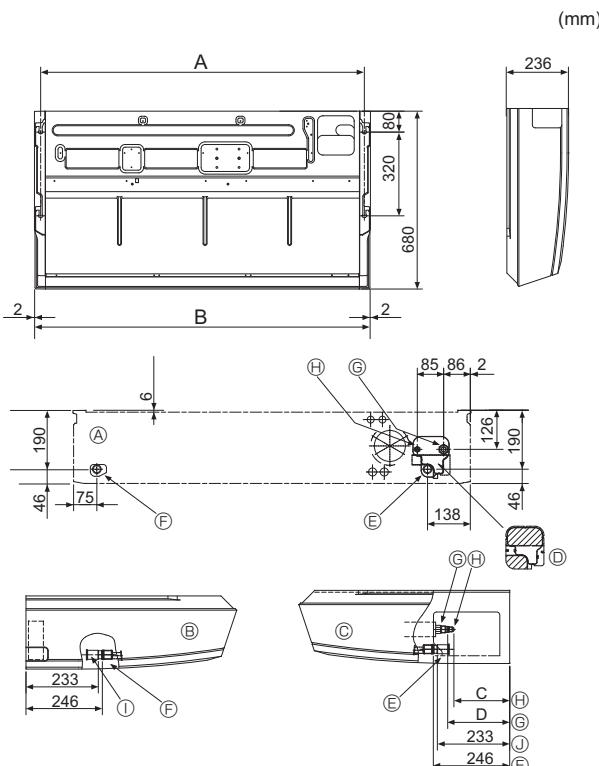

Fig. 3-2
①	Unterlegscheiben	4 Stck
②	Rohrabdeckung	1 Stck, große Ausführung (für Gasrohrleitung)
③	Rohrabdeckung	1 Stck, kleine Ausführung (für Flüssigkeitsrohrleitung)
④	Bänder	4 Stck
⑤	Verbindungsrohrmuffe	1 Stck gekennzeichnet mit 'UNIT'
⑥	Rohrmuffenabdeckung	1 Stck
⑦	Ablaufrohrabdeckung	1 Stck
⑧	Konusmutter	1 Stck ø6,35 (Nur RP60)
3.2. Vorbereitung zur Aufstellung (Fig. 3-2)